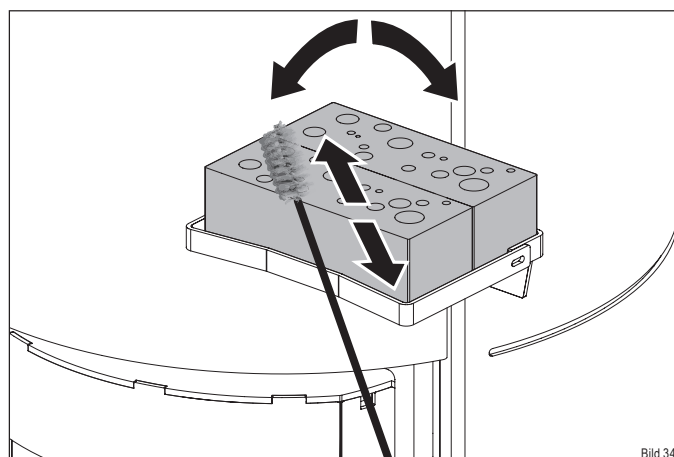

Bild 34
- ▶ Bürsten Sie die Katalysatoren wie abgebildet ab (Bild 34).